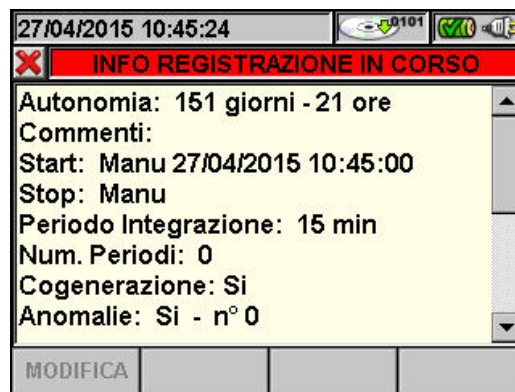

Fig. 84: Videata informazioni registrazione in corso
3. Nella videata di Fig. 84 sono riportate le seguenti informazioni: